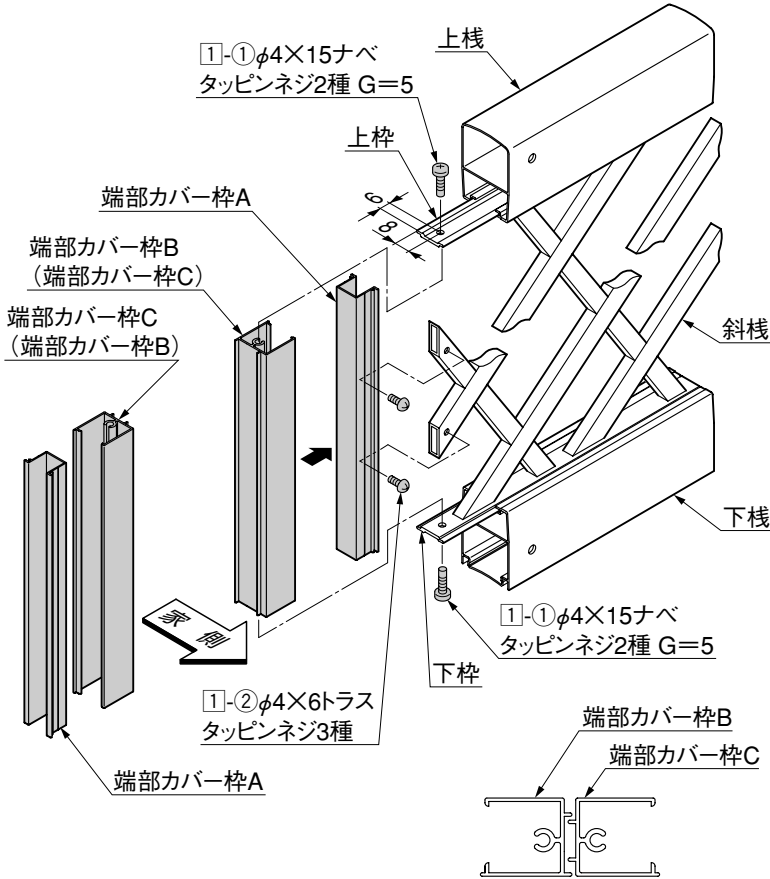

図3-1 端部カバー枠の取付け
- 端部カバー枠B、Cは、図3-1のようになるように取付けてください。